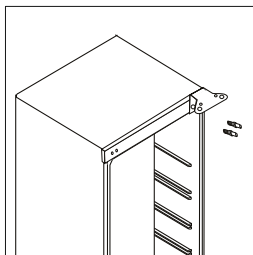

Рисунок 6
2. Откройте дверь и отвинтите верхнюю петлю. Затем снимите дверь и положите ее на что-то мягкое, чтобы избежать царапин (рис. 6).